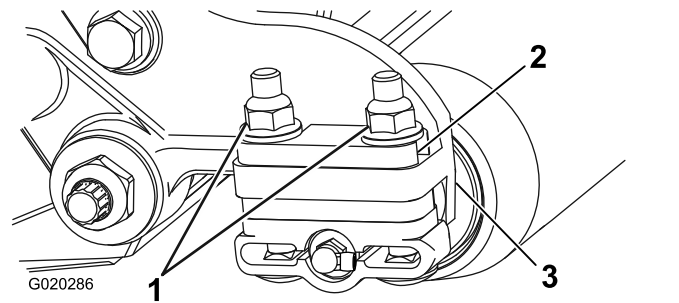

Figura 6
1. Remova as duas porcas de flange que prendem cada suporte do cilindro às placas laterais (Figura 6).